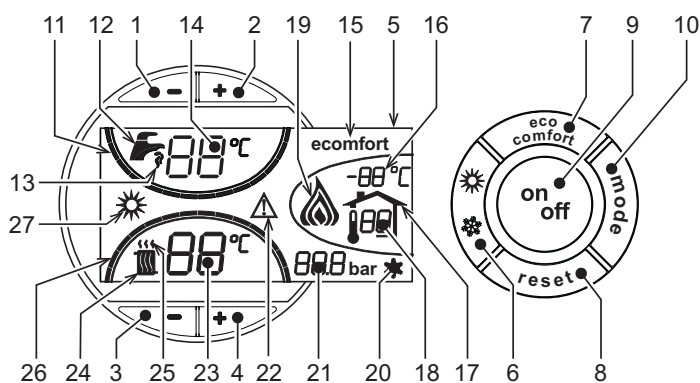
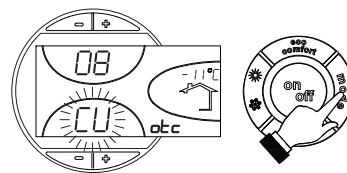
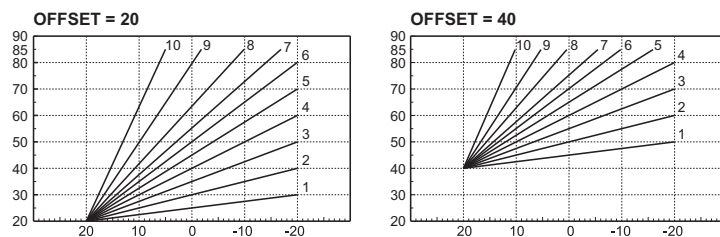

fig. 1 - Controlepaneel
fig. 11 - Kromming stooklijn
fig. 14 - Voorbeeld van parallelle verplaatsing van de compensatiecurven
Het verzoek om verwarming (door de Omgevingsthermostaat of de Timerafstandsbediening) wordt aangegeven met knipperen van de warme lucht boven de radiator (detail 24 en 25 - fig. 1).
De streepjes die de verwarmingsgraad aangeven (detail 26 - fig. 1) gaan branden naarmate de temperatuur van de verwarmingssensor de ingestelde waarde dichterbenaadert.
Het verzoek om sanitair water (naar aanleiding van gebruik van warm sanitair water) wordt aangegeven met knipperen van het warm water onder de kraan (detail 12 en 13 - fig. 1). Controleer of de functie Comfort geactiveerd is (detail 15 - fig. 1)
De streepjes die de temperatuur van het sanitaire water aangeven (detail 11 - fig. 1) gaan branden naarmate de temperatuur van de sensor van het sanitaire water de ingestelde waarde dichterbenaadert.
Wanneer verwarming van de boiler actief is (standaard ingesteld) wordt op het display het symbool COMFORT (detail 15 - fig. 1) geactiveerd; wanneer ze is uitgeschakeld is op het display het symbool ECO (detail 15 - fig. 1) geactiveerd
De gebruiker kan de boiler uitschakelen (modus ECO) door te drukken op de toets eco/comfort (detail 7 - fig. 1). Druk nogmaals op de toets **eco/comfort** (detail 7 - fig. 1) om de modus COMFORT te activeren.
Druk 1 seconde op de toets **on/off** (detail 9 - fig. 1) .
De sanitaire en verwarmingswerking is niet meer actief. Het antivriessysteem blijft actief. Druk nogmaals 1 seconde op de toets **on/off** (detail 9 - fig. 1) om de ketel weer aan te zetten.
Druk 1 seconde op de toets **zomer/winter** (detail 6 - fig. 1).
Op het display wordt het symbool Zomer (detail 27 - fig. 1) actief: de verwarmingsketel levert uitsluitend warm water. Het antivriessysteem blijft actief.
Druk weer 1 seconde op de toets **zomer/winter** (detail 6 - fig. 1) om de modus Zomer te deactiveren.
Bedien de **verwarmingstoetsen** (detail 3 en 4 - fig. 1) om de temperatuur te variëren van minimaal 30 °C tot maximaal 80 °C.
-/+ Bedien de toetsen voor sanitair water (detail 1 en 2 - fig. 1) om de temperatuur te variëren van minimaal 10°C tot maximaal 65°C.
Wanneer de externe temperatuursonde (optioneel) wordt geïnstalleerd, wordt op het display van het bedieningspaneel (detail 5 - fig. 1) de werkelijke, door de sonde gemeten buitentemperatuur weergegeven. Het regelsysteem van de verwarmingsketel werkt met "Weersafhankelijke Temperatuur". In deze modus wordt de temperatuur van de verwarmingsinstallatie gereguleerd overeenkomstig de externe weersomstandigheden, zodat gedurende het hele jaar verhoogd comfort en energiebesparing wordt gegarandeerd. Namelijk bij toename van de buitentemperatuur wordt de uitgangstemperatuur van de installatie volgens een vastgestelde "compensatiecurve" verlaagd.
Bij regeling met Weersafhankelijke temperatuur wordt de temperatuur die ingesteld is met de verwarmingstoetsen -/+ (detail 3 en 4 - fig. 1) de maximum uitgangstemperatuur van de installatie. Aanbevolen wordt om de maximumwaarde in te stellen, zodat het systeem bij het regelen gebruik kan maken van het gehele functioneringsbereik.
Door eenmaal op de toets **mode** (detail 10 - fig. 1) te drukken wordt de huidige compensatiecurve (fig. 11) afgebeeld en kan ze gewijzigd worden met de **toetsen sanitair water** (detail 1 en 2 - fig. 1).
Door te drukken op de **verwarmingstoetsen** (detail 3 en 4 - fig. 1) wordt toegang verkregen tot parallelle verplaatsing van de curven (fig. 14), die gewijzigd kan worden met de **toetsen sanitair water** (detail 1 en 2 - fig. 1).
Druk nogmaals op de toets **mode** (detail 10 - fig. 1) om de modus voor afstellen van parallelle verplaatsing van de curven af te sluiten.